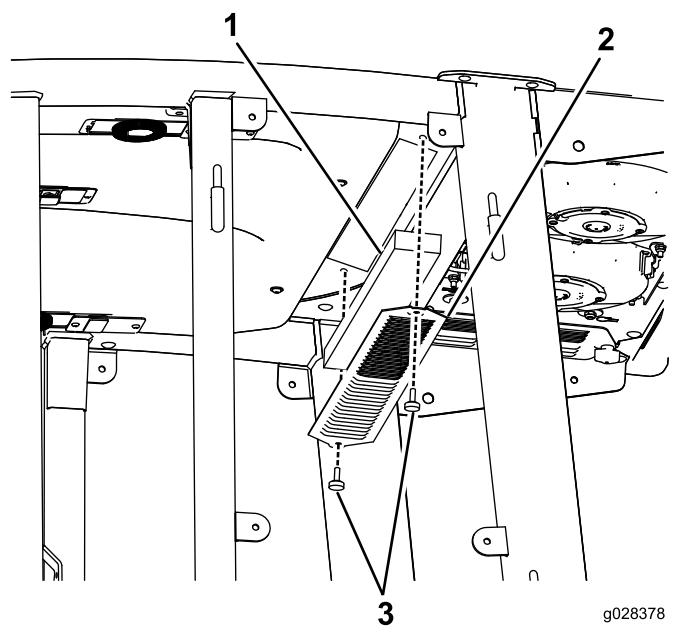

Figure 137
3. Déposez le toit de la cabine en retirant les 22 boulons de fixation du toit (Figure 137).
4. Déposez les filtres à air (Figure 137).
5. Déposez et nettoyez les serpentins de climatisation (Figure 137).